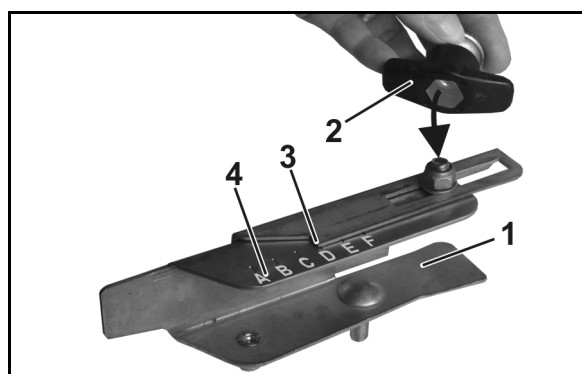

Bild 79
3. Lossa skruven till den yttre skoveldelen (Bild 79/1) med vingmutterns sexkantsöppning (Bild 79/2).
4. Ställ in avläsningskanten (Bild 79/3) mot bokstäverna på skalan (Bild 79/4) enligt spridningstabellen och dra åt skruven ordentligt igen.